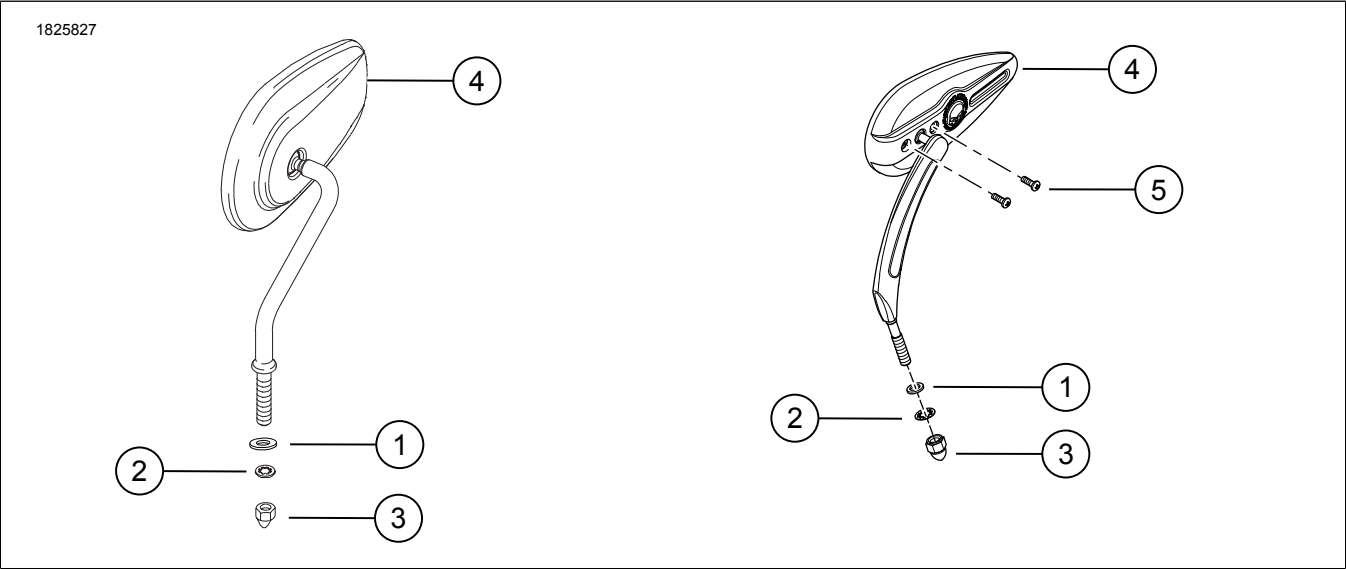

Figure 1. Contenu du kit : Kits de rétroviseur
1. Voir la figure 1. Installer la rondelle plate (1) sur le goujon du rétroviseur (position supérieure) pour tous les rétroviseurs, à l'exception des no de pièce 91696-05A, 92398-09 et 92410-09.
2. **Véhicules équipés de feux de direction montés sur la face inférieure des boîtiers de levier de guidon (à l'exception des modèles XL 2004 et ultérieurs) :** Fixer le rétroviseur gauche avec la rondelle-frein (2) et l'écrou borgne (3) du kit.
3. Fixer le rétroviseur de droite avec la rondelle-frein (2) et l'écrou borgne (3) du kit et le dispositif de retenue du feu de direction uniquement.
- a. Fixer les rétroviseurs avec les rondelles-frein (1) en haut et en bas, les rondelles-frein (2) et des écrous borgnes (3) du kit.
- a. Voir la figure 1. Serrer progressivement les vis de réglage (5) au couple requis selon les besoins. Serrer.